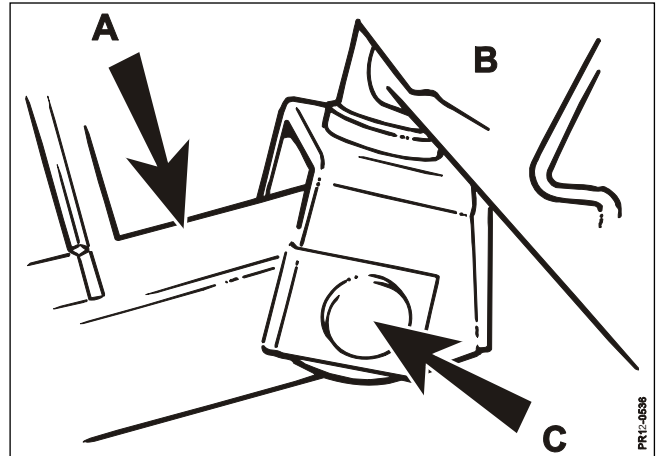

Fig. 1-2
- Fig. 1-2:** Bärramen B sätts fast mot utliggarbommen A med tappen C.